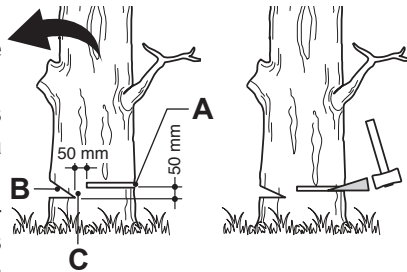

Fig. 39
Effectuez une entaille (Fig. 39, B) d'une profondeur égale à 1/3 du diamètre de l'arbre, perpendiculairement au sens de la chute (Fig. 39). Faites la coupe horizontale en premier. Ainsi, la chaîne et le guide-chaîne ne risqueront pas d'être coincés dans le bois lorsque vous ferez la deuxième entaille.
- > Le trait d'abattage (Fig. 39, A) doit être situé au moins 5 cm au-dessus de la ligne horizontale de l'entaille d'abattage (Fig. 39), et il doit être strictement parallèle à celle-ci. Laissez entre l'entaille et le trait d'abattage une épaisseur de bois assez conséquente pour pouvoir constituer une charnière. La charnière (Fig. 39, C) a pour but d'éviter que l'arbre ne pivote et tombe dans la mauvaise direction. Ne la coupez pas.